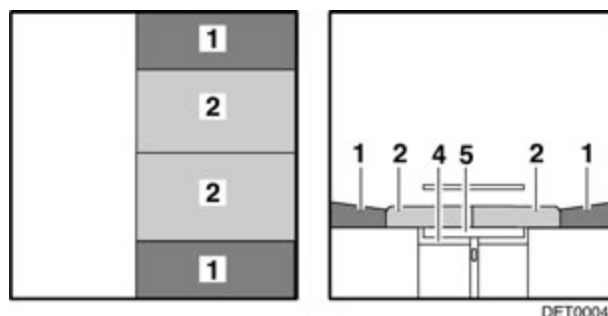

Fig. 83 Después de la transformación
- Tirar de los cojines del asiento (Fig. 83,2) hacia el centro.
- Colocar los cojines del respaldo (Fig. 83,1) entre los cojines del asiento y la pared.